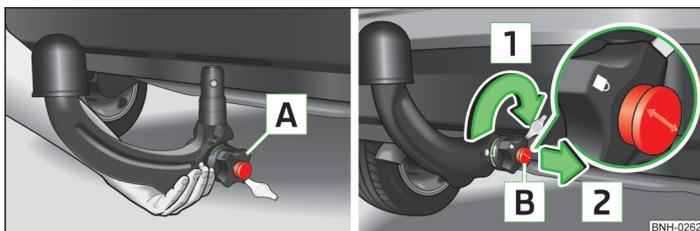

Fig. 107 Introducir la barra de cabeza esférica / bloquear el cierre y extraer la llave
- Agarrar la barra de cabeza esférica por abajo » fig. 107 y encajarla en la cavidad del alojamiento hasta que se encastre de forma audible » .